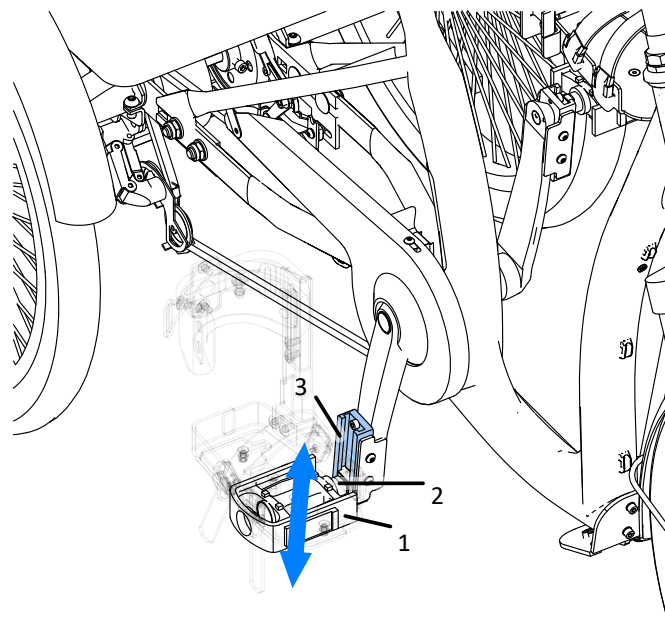

Abb. 30
Der Kurbelverkürzer ermöglicht es, die Pedalachse entlang der Kurbel zu verschieben, um sie an die Beinlänge des Benutzers anzupassen. Um die Einstellung vorzunehmen (Abb. 30), lösen Sie das Pedal (1), indem Sie den Stift (2) gegen den Uhrzeigersinn drehen. Bringen Sie dann das Pedal in der Halterung (3) in die gewünschte Position. Sobald die richtige Position ermittelt ist, ziehen Sie den Stift (2) im Uhrzeigersinn fest. Die Einstellung des Pedals auf der anderen Seite erfolgt nach dem gleichen Prinzip: Um das Pedal zu lösen, drehen Sie die Spindel (2) im Uhrzeigersinn, um es zu arretieren, drehen Sie sie gegen den Uhrzeigersinn.